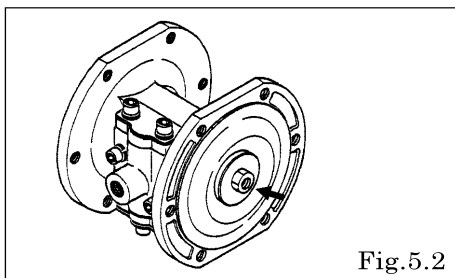

Fig.5.2
- ・センターロッド両端のナット 2 か所を外す。〔Fig.5.2〕
- ・片側のナットが外れたところで片側のセンターディスク、ダイアフラムを取り外す。〔Fig.5.2〕